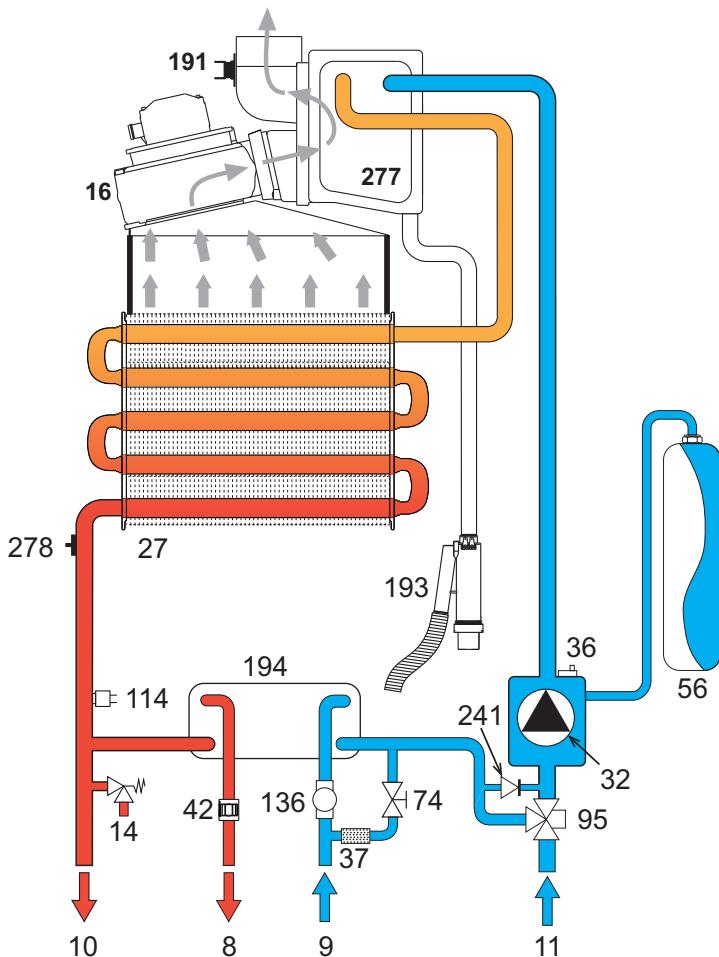

fig. 27 - Circuito riscaldamento
**5. CARATTERISTICHE E DATI TECNICI****Tabella. 11 - Legenda, fig. 26, fig. 27 e fig. 28**